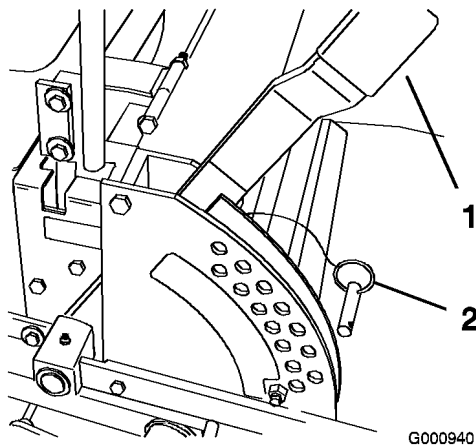

Figure 17
- Relevez le levier de sélection de hauteur de coupe en position de transport (qui correspond aussi à la hauteur de coupe de 127 mm) (Figure 17).
2. Pour changer de hauteur de coupe, retirez l'axe de chape du support de hauteur de coupe (Figure 17).
3. Placez l'axe de chape dans le trou du support correspondant à la hauteur de coupe voulue (Figure 17).